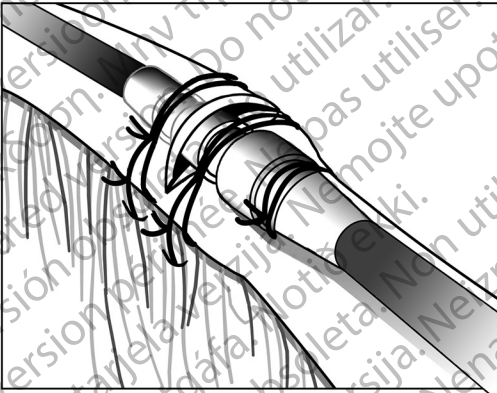

Abbildung 10. Beispiel einer Nahtmanschette, Implantation über eine Vene
3. Verwenden Sie dieselbe Rille, um die Elektrode und die Vene an der benachbarten Faszie (Abbildung 10 Beispiel einer Nahtmanschette, Implantation über eine Vene auf Seite 32) zu fixieren.